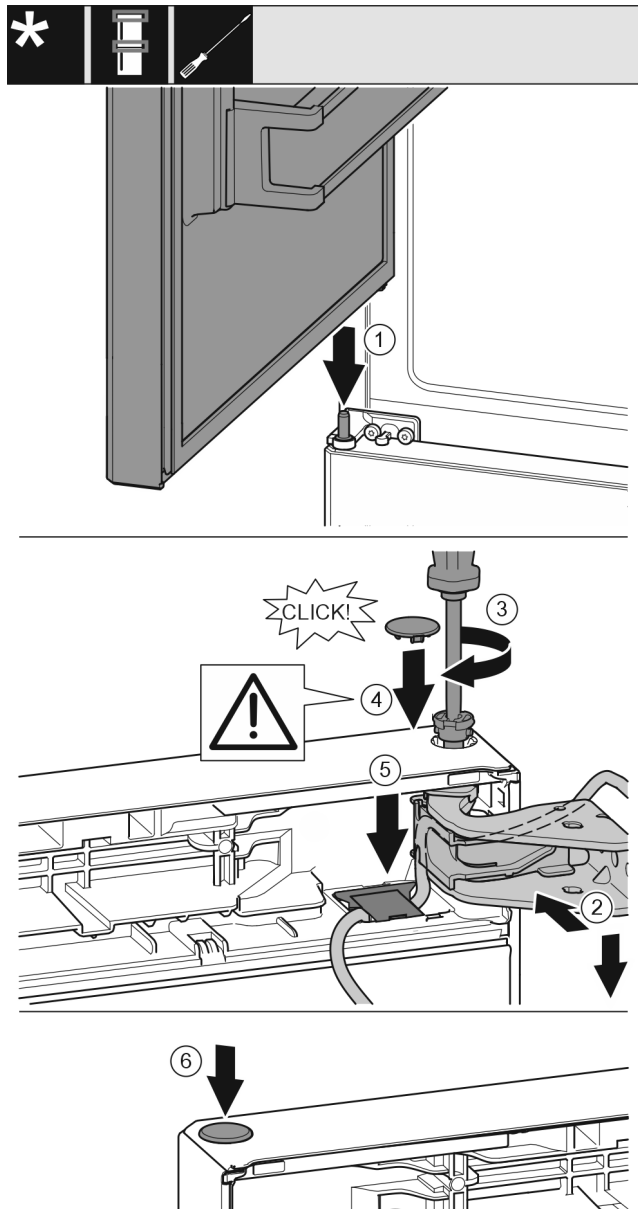

Fig. 30
- ▶ Bovenste deur op de middelste lagerbout plaatsen Fig. 30 (1)
- ▶ Deur boven uitlijnen op de opening in de lagerbus. Fig. 30 (2)
- ▶ Bouten aanbrengen en met schroevendraaier T15 vastschroeven. Fig. 30 (3)
- ▶ Veiligheidsafdekking voor de veiligheid van de deur monteren: Veiligheidsafdekking aanbrengen en controleren of deze op de deur rust. Anders bout volledig aanbrengen. Fig. 30 (4)
- ▶ Afdekking plaatsen en naar onder drukken tot deze vergrendeld. Fig. 30 (5)
- ▶ Stop aanbrengen. Fig. 30 (6)